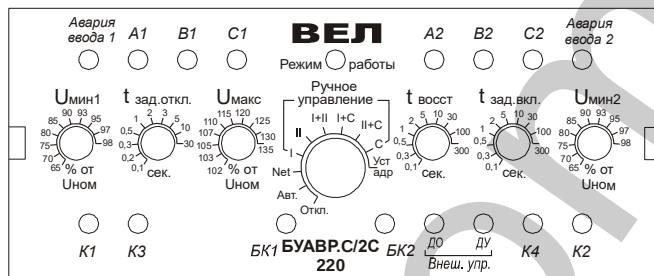

Рис. 2 Расположение органов управления и индикации БУАВР.С
4.5. Расположение органов управления и индикации приведено на рис. 2.
4.6. Переключение режимов работы производится с помощью 10-позиционного переключателя, находящегося на передней панели, рис. 2. Для удобства контроля режимов работы БУАВР при запуске и эксплуатации, предусмотрена светодиодная индикация режимов работы с помощью многоцветного светодиода «Режим работы», рис. 2. Описание режимов работы БУАВР и соответствие индикации приведены в таблице 2.